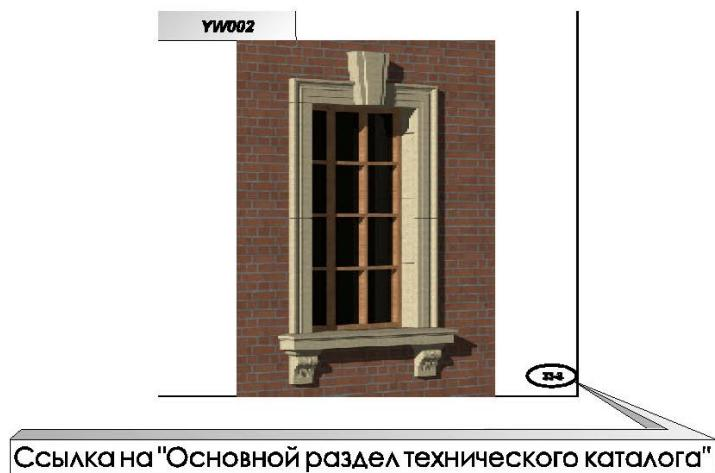

Рис. 4. Расположение ссылки.
2. Из "Сокращенного раздела технического каталога / Окнные обрамления", по ссылке в правом нижнем углу поля чертежа, переходим в "Основной раздел технического каталога / Окнные обрамления" (рис. 4. Расположение ссылки).